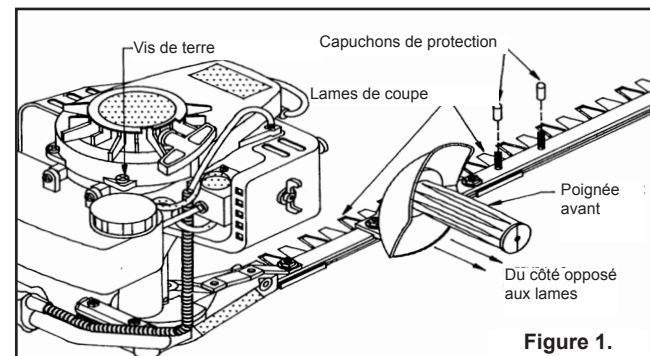

Figure 1.
2. Placer la poignée latérale avant sur les deux goujons de 1/4-28 qui dépassent de la barre de coupe en avant du carter d'engrenages. La prise de la poignée doit **impérativement** être tournée du côté opposé aux lames, comme sur l'illustration (**Figure 1**). Sur le modèle 2230S, utiliser la série de goujons qui place la poignée dans la position la plus confortable pour l'utilisateur. Placer des capuchons de protection sur les goujons inutilisés pour protéger les filets. Fixer la poignée en place à l'aide de deux écrous-freins à bride de 1/4-28 fournis. Les écrous doivent être suffisamment serrés pour empêcher la poignée de bouger mais sans écraser le plastique.